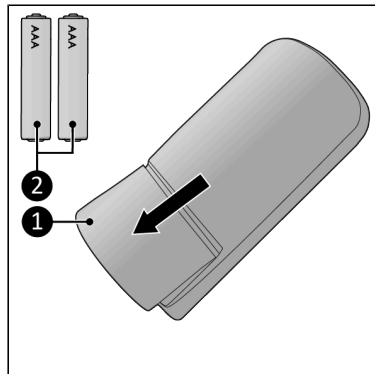

Figure 80.
1. Retirez le couvercle du compartiment à piles (Figure 80, pos. 1).
2. Insérez deux piles (AAA 1,5 V) (Figure 80, pos. 2) comme indiqué dans le compartiment. Veillez à insérer les piles correctement.